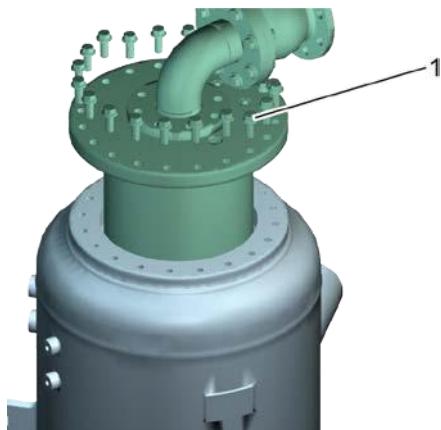

Рис. 45: Крепежные винты
5. Отвинтите крепежные винты (Рис. 45/1) на регуляторе впуска.